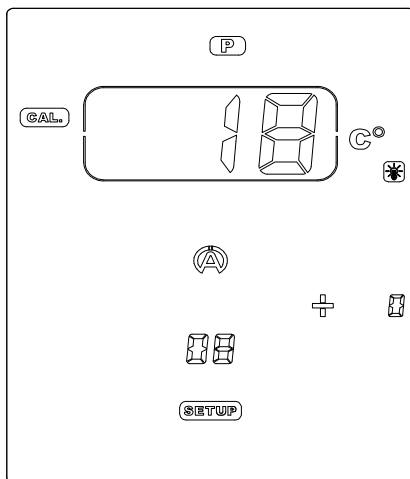

Figura 23
- 2) Premere il tasto centrale **Ok** per calibrare il sensore di pressione ed uscire del menù (figura 23).
- 2) Collegare il sensore di temperatura (*figura 23*).